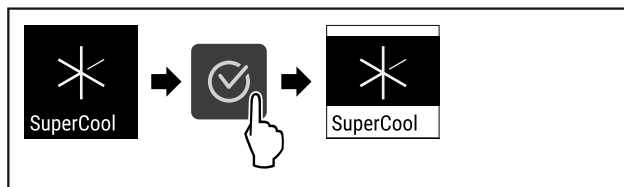

Fig. 72
- ▶ Atlikite veiksmus (žr. Fig. 72).